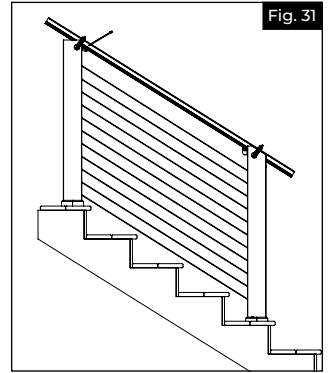

Fig. 31
- a. Sujete la viga superior con pinzas en el costado de los postes de la escalera alineándola con los soportes. Marque la viga en los postes (Fig. 31). Corte la viga superior en esa marca y en ese ángulo.